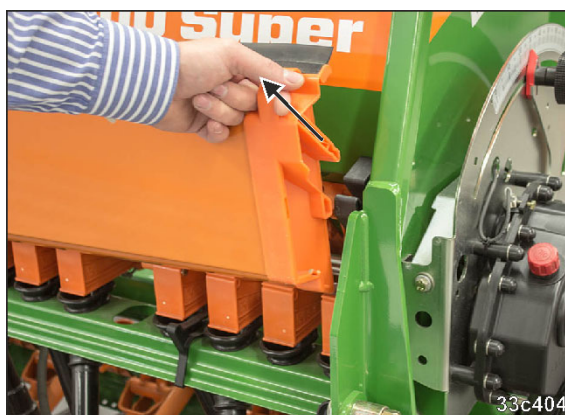

Fig. 158
1. Sortir les augets d'étalonnage (Fig. 158) des supports.